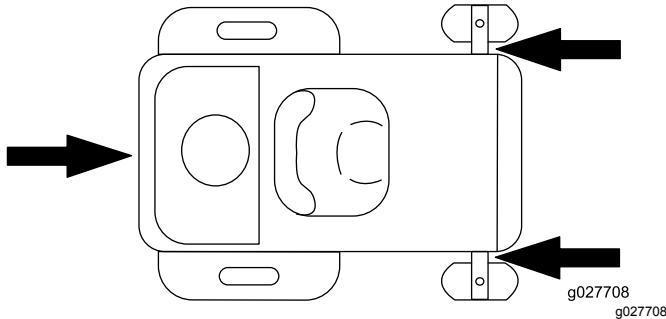

Figure 29
- Arrimez solidement la machine sur la remorque ou le camion à l'aide de sangles, chaînes, câbles ou cordes. Utilisez uniquement les points d'attaches désignés sur la tondeuse, comme montré à la Figure 29. Utilisez ces points même pour transporter la tondeuse équipée d'un accessoire. L'utilisation de points non désignés risque d'endommager la tondeuse et/ou l'accessoire.